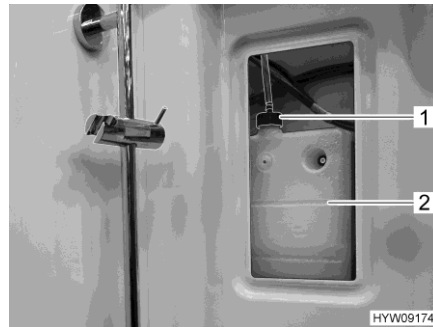
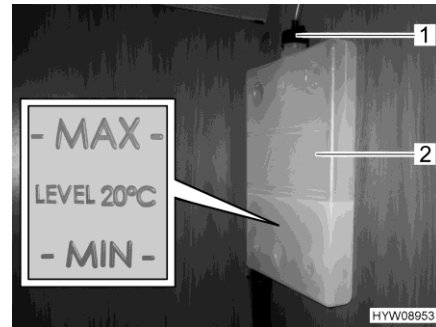

Bild 212 Ausgleichsbehälter (Warmwasser-Heizung)
Bild 213 Markierung "MIN/MAX"
- Abdeckung für Ausgleichsbehälter (Bild 212,2) rechts oben in der Dusche abnehmen.
- Prüfen, ob am Ausgleichsbehälter (Bild 213,2) die Flüssigkeit zwischen den Markierungen "MIN" und "MAX" (Bild 213) steht.
- Am Ausgleichsbehälter den Drehverschluss (Bild 212,1 oder Bild 213,1) aufdrehen.